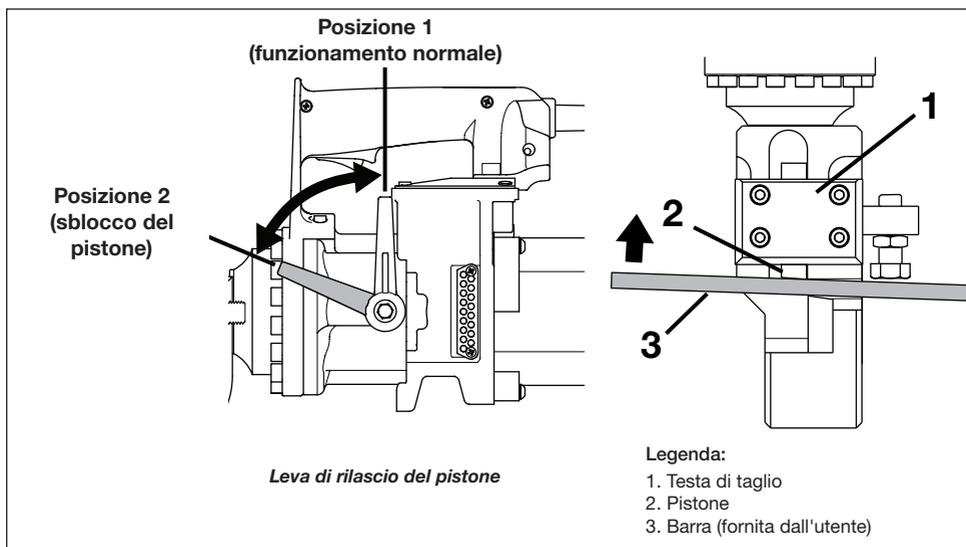

Figura 11, Procedura manuale di ritrazione del pistone
3. Ruotare la leva in senso antiorario per sbloccare manualmente il pistone. Vedere la figura 11, posizione 2.
4. Utilizzando un pezzo rigido di barra di acciaio, spingere manualmente il pistone all'interno dell'attrezzo fino a portarlo nella posizione home. Si veda la figura 11, elemento 3. Questo dovrebbe sbloccare la sporcizia o il materiale che ha impedito al pistone di ritornare indietro durante il normale funzionamento.
5. Ruotare la leva di sblocco del pistone in senso orario per tornare al funzionamento normale. Vedere la figura 11, posizione 1.
8. Pulire la parte esposta del pistone. Rimuovere gli eventuali detriti, le schegge o la sporcizia da questa zona. Si veda la figura 11, elemento 2.